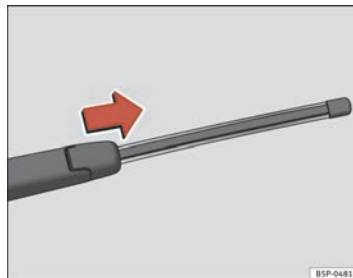

Fig. 164 Extraer la escobilla del limpiacristales
- Separe el brazo del limpiaventana de la luneta ⇒ página 238, fig. 164
- Deslice el adaptador de la escobilla en la dirección de la flecha y retire la escobilla ⇒ página 238, fig. 164.